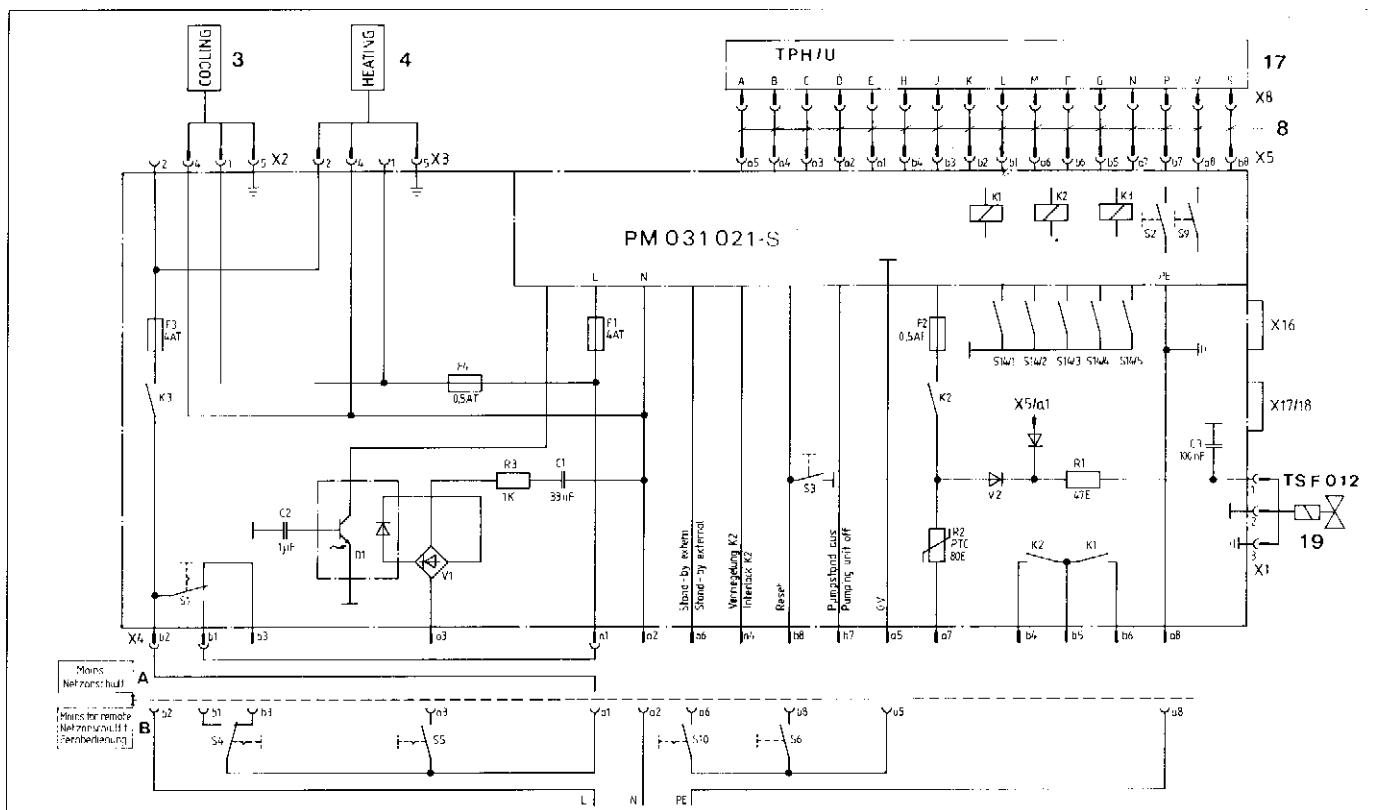

Fig. 7
Der Netzanschuß ist nach den örtlichen Bestimmungen auszuführen. Die Antriebselektronik TCP 380 ist für Netzspannungen von 100–240 V ± 10%, 50–60 Hz ausgelegt. Der Netzanschuß erfolgt nach Schaltplan PM 021 949 -S, Fig. 7, an der 16-poligen Messerleiste X4.
The mains connection must be made according to local regulations. The Electronic Drive Unit TCP 380 has been designed for mains voltages from 100 – 240 V ±10%, 50 – 60 Hz; connection to the mains is made according to wiring diagram PM 021 949 -S, Fig. 7, at the 16-poles multiple plug X4.
Les branchements sur le réseau secteur sont à reconduire selon les prescriptions locales. La commande électronique TCP 380 est prévue pour des tensions secteur de 100 à 240 V ±10% 50 ou 60 Hz. Les branchements eux-mêmes sont accomplis comme indiqués par le schéma de connexions PM 021 949 -S (Fig. 7), par l'intermédiaire du connecteur X4 à 16 broches.
- Die Ventilatoren für TPH/TPU 330/510 sind für 110 V, 50/60 Hz ausgelegt. Der elektrische Anschluß erfolgt nach Fig. 7.
- The fans for the TPH/TPU 330/510 are designed for 110 V, 50/60 Hz. Electrical connection is made as shown in Fig. 7.
- Les ventilateurs pour les TPH/TPU 330/510 sont prévus pour une tension de 110 V 50/60 Hz. Branchement électrique: voir Fig. 7.